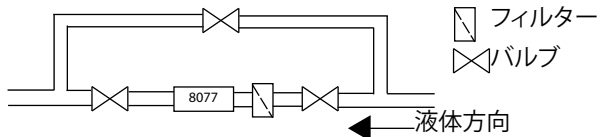

図3: バイパスの取付
- プロセスを中断することなく装置とフィルターのメンテナンスを実行できるようにするために、システムにバイパスを設けてください(図3を参照)。